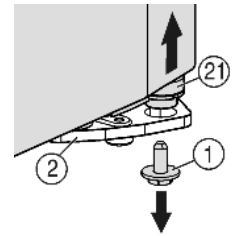
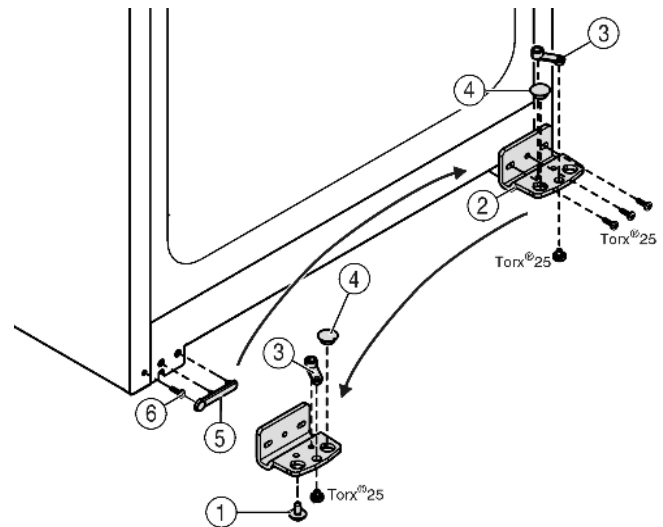

Fig. 5
Fig. 6
- ▶ Na dole po prawej stronie odkręcić śrubę zabezpieczającą Fig. 5 (1) z płytki zawiasu.
- ▶ Trzpień zawiasu Fig. 5 (21) luzuje się w płytce zawiasu Fig. 6 (2).
- ▶ Jeśli trzpień zawiasu Fig. 5 (21) nie poluzuje się, należy wycisnąć go od dołu.
- ▶ Odkręcić płytkę zawiasu Fig. 6 (2).
- ▶ Odkręcić element zawiasu Fig. 6 (3), przełożyć do przeciwległego otworu zawiasu i tam dokręcić.
- ▶ Zatycki Fig. 6 (4) wyjąć z płytki zawiasu i przełożyć do przeciwległego otworu zawiasu.
- ▶ Ostrożnie podnieść osłonę Fig. 6 (5) od strony uchwyty.
- ▶ Wykręcić śrubę Fig. 6 (6) i ponownie wkręcić po przeciwnej stronie.
- ▶ Ponownie założyć osłonę Fig. 6 (5).
- ▶ Przykręcić mocno płytkę zawiasu Fig. 6 (2) na nowej stronie (z siłą 4 Nm), w razie potrzeby za pomocą wkrętarki akumulatorowej.
- ▶ Śrubę zabezpieczającą Fig. 5 (1) wkręcić w trzpień zawiasu i mocno dokręcić (z siłą 4 Nm).